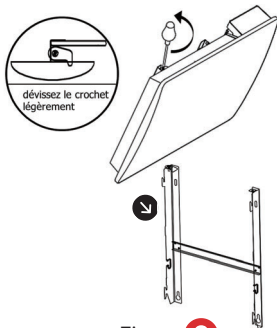

Figure 2
2. Démontez le support mural en desserrant la vis (ne pas l'enlever, mais la desserrer) et faites glisser la plaque métallique hors du trou. Retirez le support en le tirant vers le bas. (Voir Figure 2)